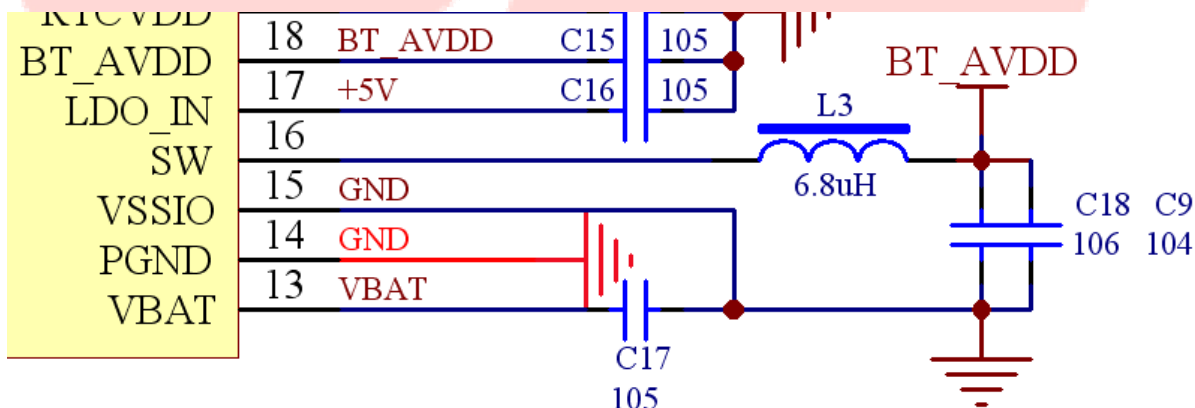

图 1 DC-DC 开关电源电路
如图 1，DC-DC 开关电源由 SW、PGND、BT\_AVDD、VBAT，以及 L3、C18、C9、C15 组成（红色部分）；布局时，L3/C18/C9/C15 尽量靠近相应管脚；**L3 的 BT\_AVDD 走线必须先过 C18 (106) 电容，再进主控**；L3 尽量远离易受干扰的部分（如 RF、DAC）；L3 请选用绕线电感或功率叠层电感，额定电路大于 120mA，内置小于 0.5R。